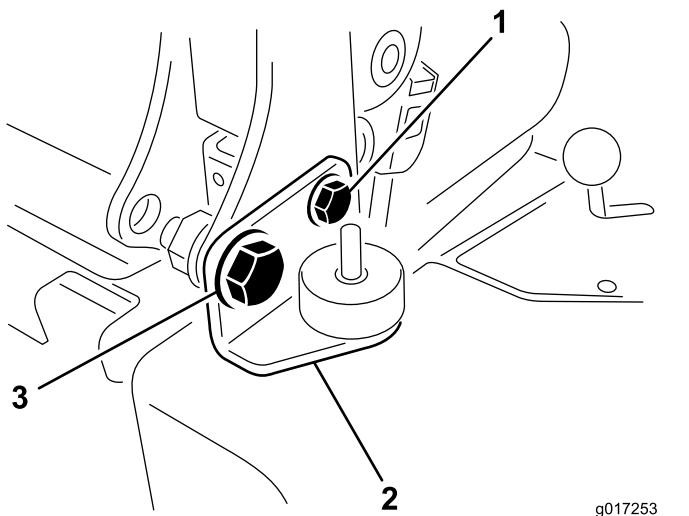

図 5
12. ROPS ピンを内側から差し込んだ状態で、ROPS ピボットボルトを外して廃棄する図 5。
13. 右後部アイソレータマウントを 図 5 のように向けて図は右側、新しいボルト $\frac{1}{2} \times 4"$ とワッシャ $\frac{1}{2}"$ を外側から内側に向けてヘッドの下に取り付ける。
14. ROPS のピンについているリテーナワッシャを外して、これを ROPS の内側に取り付け、ワッシャ $\frac{1}{2}"$ とロックナット $\frac{1}{2}"$ で図 5 のように固定する。
- アイソレータ後部を、ROPSに取り付ける六角ヘッドボルト $\frac{3}{4} \times 1\frac{3}{4}$ "1本、ワッシャ $\frac{3}{4}$ "、ロックナット $\frac{3}{4}"$ を使用して図5のように取り付ける。